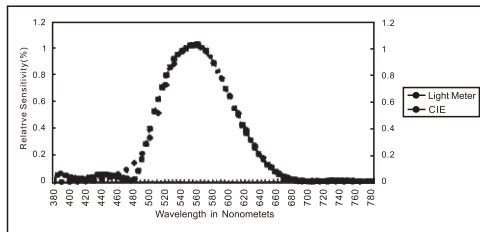

图9
- 2、如图9所示，打开电池门，更换两节AAA(七号)电池。